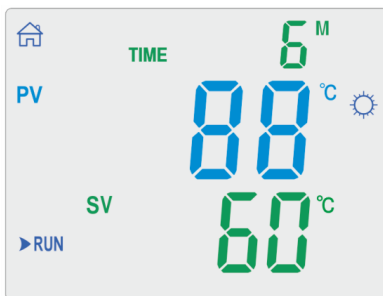

Рисунок 5
- 8.2.3. Ещё раз нажать кнопку «НАСТР», введённые значения температуры и времени будут автоматически сохранены, и начнётся процесс нагрева с заданными значениями температуры и времени (Рисунок 5). Отсчёт времени таймера начинается только по достижении заданной температуры, при этом на дисплее начинает мигать символ единицы времени (в данном случае – символ «М»).